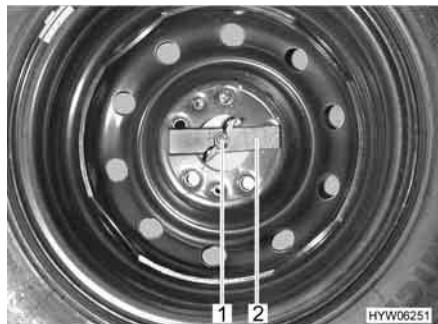

Fig. 189 Ruota di scorta nel gavone di coda
- Svitare manualmente il dado ad alette (Fig. 189,1) e rimuoverlo.
- Rimuovere la barretta di compressione (Fig. 189,2).